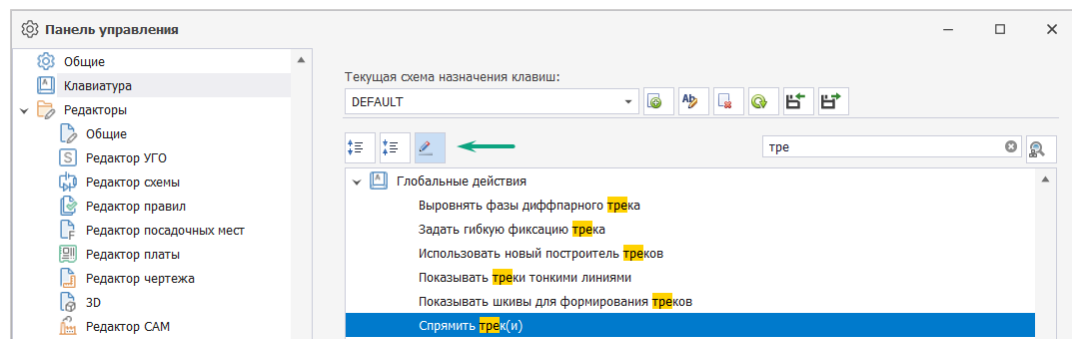

Рис. 51 Переход к назначению быстрой клавиши
2. Выберите действие, для которого необходимо назначить клавишу и нажмите , см. Рис. 51.